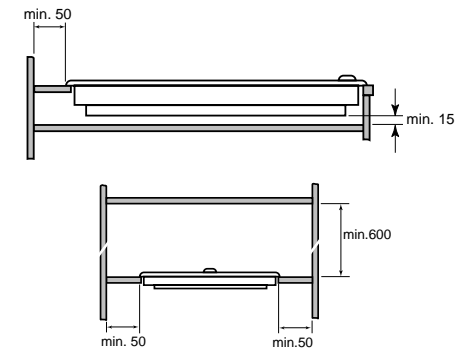

fig. 14
**Let op! Deze maat moet bij de barbecue minimaal 12 cm bedragen.** De afstand tot een eventueel boven het toestel geplaatste afzuigkap moet minimaal 60 cm bedragen (zie fig. 14).